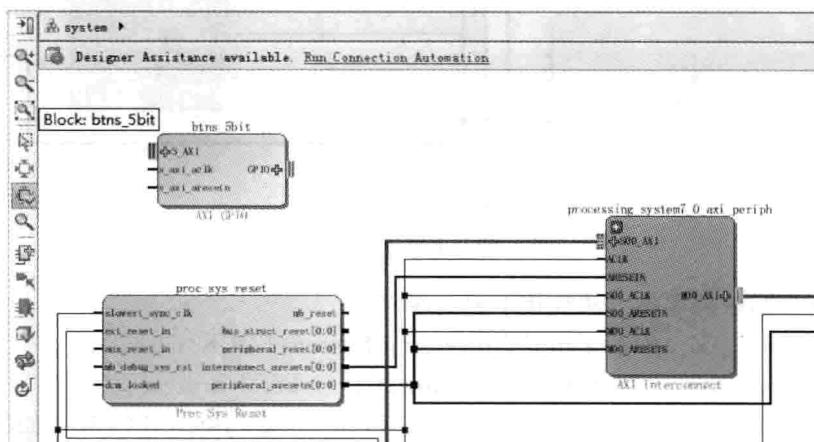
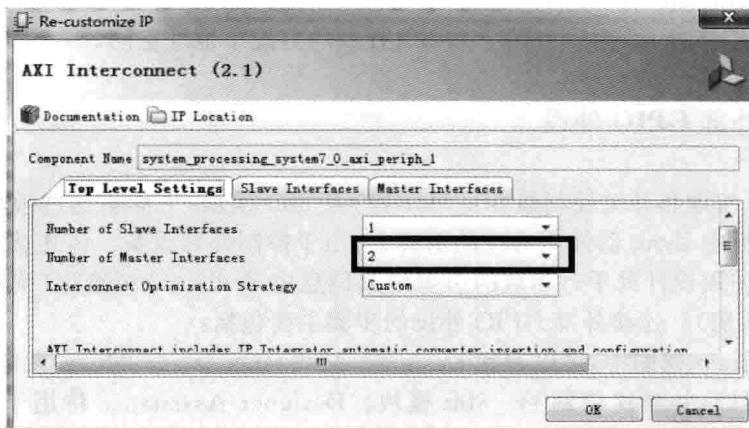

图 4.40 添加另一个 AXI GPIO 到设计中
图 4.41 AXI Interconnect 对话框界面
(21) 单击 Diagram 左侧一列工具栏内的 按钮。
(22) 出现 IP Catalog 对话框界面，在该界面的 Search 右侧输入 g。在下面窗口中找到 AXI GPIO IP 核。
(23) 双击 AXI GPIO，将其添加到设计中。如图 4.40 所示，可以看到 AXI GPIO 已经添加到设计中。
(24) 单击图中内新添加的 AXI GPIO 模块符号。按前面的方法，在 Block Properties 窗口内，将 Name 后面的名字改为 btns\_5bit。
(25) 双击图 4.40 内的 AXI Interconnect 块图标，打开如图 4.41 所示的 Recustomize IP 对话框界面。在该对话框界面的 Top Level Settings 标签窗口下，将 Number of Master Interfaces 的值改为 2。